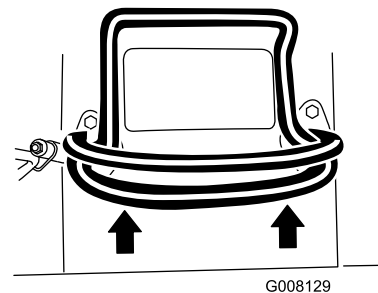

Bild 8
- Bewegen Sie den Fahrertriebshebel nach vorne, um vorwärts zu fahren (Bild 8).